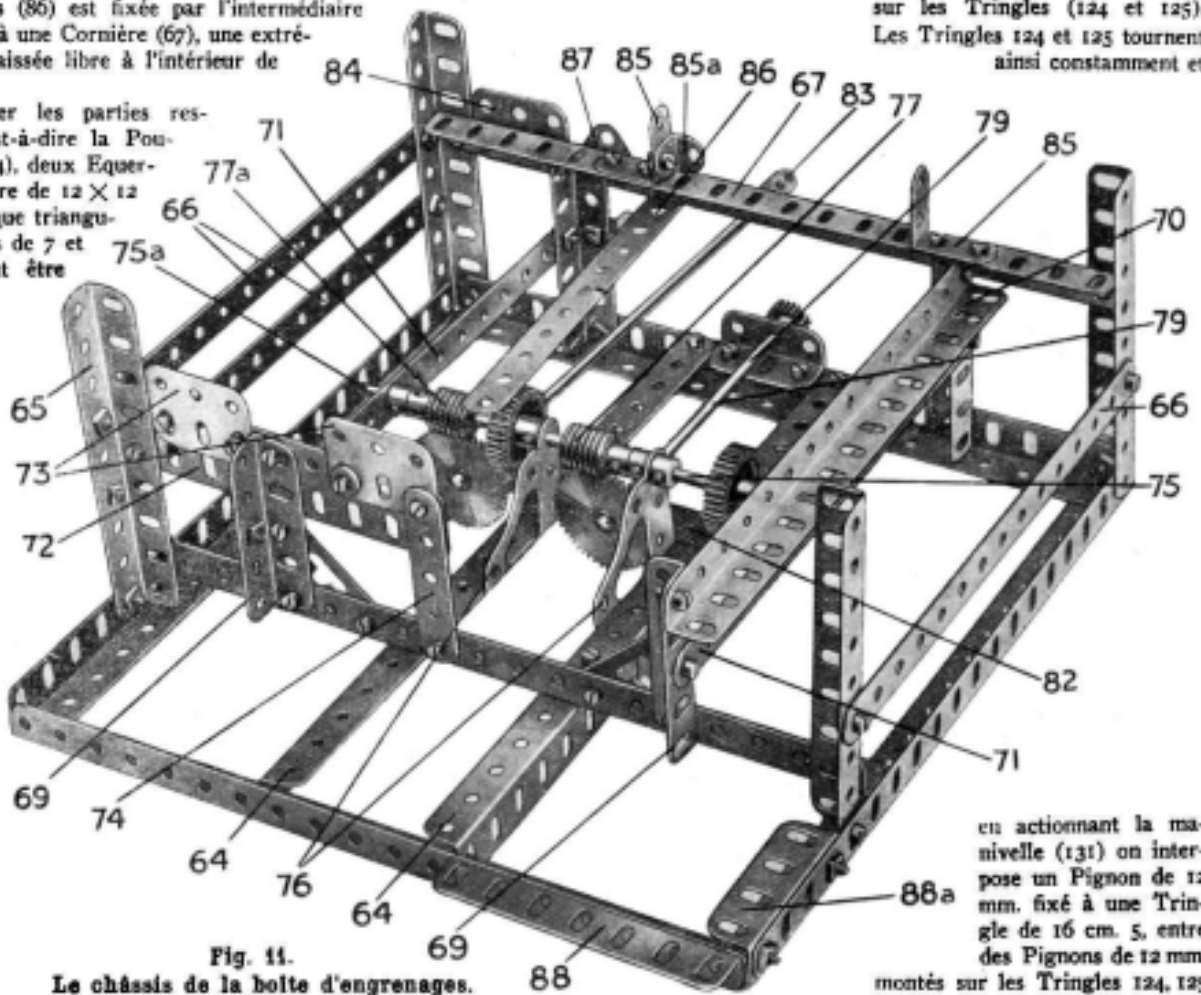

Fig. 11. Le châssis de la boîte d'engrenages.
La Fig. 11 nous donne une vue de la boîte à engrenages dont on a enlevé le toit et la plus grande partie du mécanisme. La base carrée se composant de quatre Cornières de 19 trous est renforcée par deux Cornières semblables (64). Quatre Cornières verticales de 9 trous (65) portent les Bandes de 15 trous (66) et la Cornière de 19 trous (67). Deux Cornières verticales de 6 trous boulonnées à la Cornière (67) avec deux Cornières de 5 trous (69) (qui sont réunies par des Supports Triangulaires) constituent des Supports pour une Cornière de 15 trous (70) et deux Bandes de 15 trous (71). Une Poutrelle Plate de 11 cm. 1/2 (72), supportant deux Poutrelles Plates de 38 mm. (73) est boulonnée à une Bande verticale de 5 trous (74) et aux Cornières verticales 69, 65. Ces Bandes et Cornières, etc., constituent des supports convenables pour les arbres de la boîte à engrenages. On devra veiller à ce que le montage soit solidement et bien établi. Deux Tringles de 9 cm. (75 et 75a) sont passées dans une paire de Supports à Rebords et des Bandes de 15 trous (71) et ces Tringles se rencontrent à l'intérieur de la Vis sans Fin (77) fixée à la Tringle (75). Deux Pignons de 25 mm. sont montés sur les
La manière d'assembler les parties restantes de l'ensemble, c'est-à-dire la Poutrelle Plate de 38 mm. (84), deux Equerres de 25 mm., une Equerre de 12 x 12 mm. (85 et 85a), une Plaque triangulaire (87) et les Cornières de 7 et 4 trous (88 et 88a) peut être vue à la Fig. 11
Le cadre de la boîte à engrenages est construit d'après la Fig. 11 et doit être monté à l'extrémité de la flèche par des Ecrous et Boulons et le complément du mécanisme doit y être ajouté. Le Moteur Electrique est boulonné aux Cornières (64, 88, 88a) (Fig. 10 et 11). Une Vis sans Fin fixée à l'arbre de l'induit du Moteur entraîne une Roue Dentée de 57 dents sur une Tringle de 5 cm. passée dans un Support en « U » sur une des flasques du Moteur, et une Roue de 50 dents sur la même Tringle engrène avec un Pignon de 19 mm. (113) qui à son tour engrène avec une Roue de 57 dents sur la Tringle